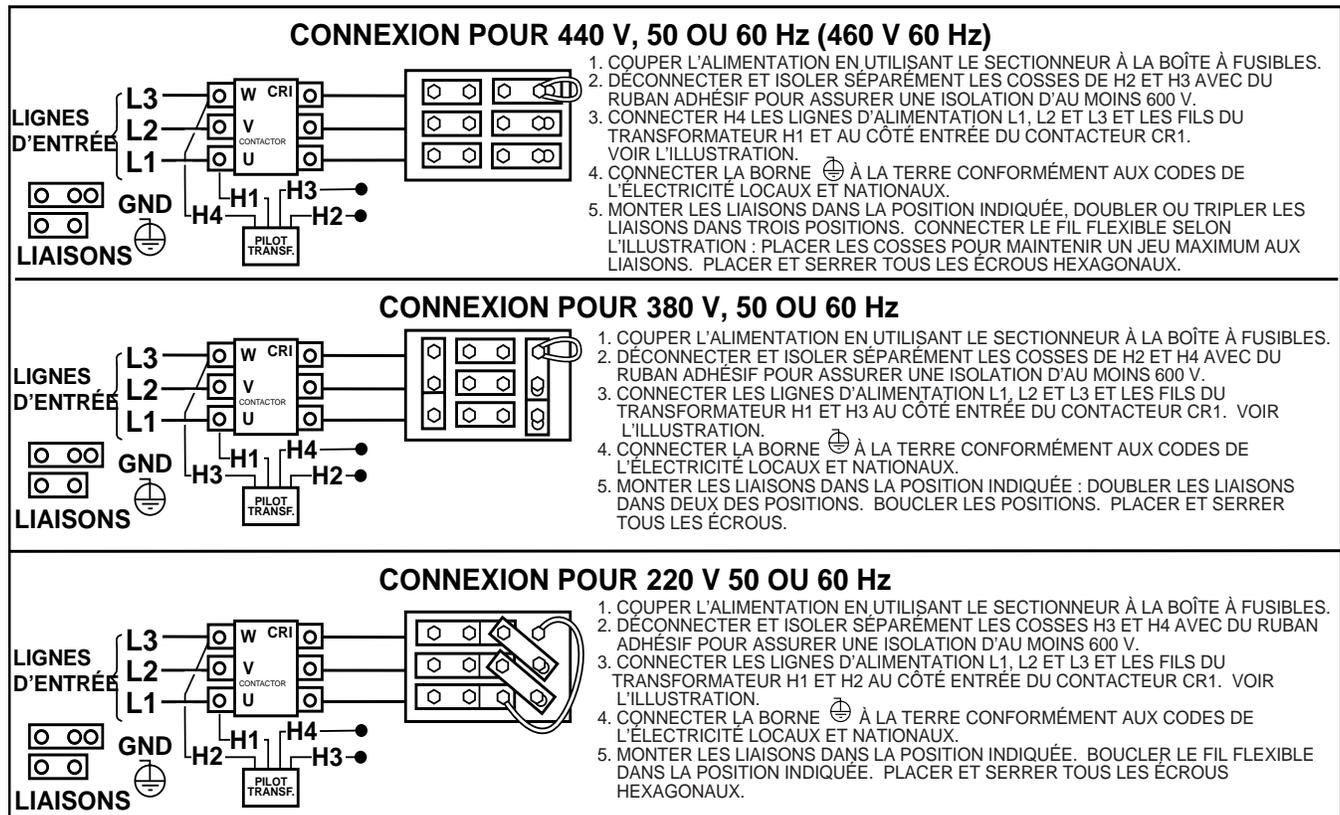

FIGURE A.5 – Positions du panneau de reconnexion pour les machines 220/380/440 V c.a.
2. Pour 220/380/460, voir la figure A.5 (M15010).